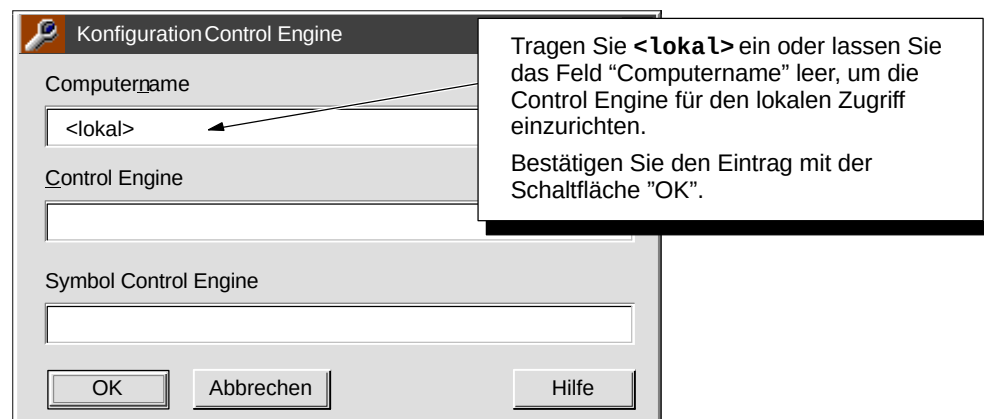

Bild 9-8 Einrichten einer Control Engine für lokalen Zugriff
3. Tragen Sie, wie in Bild 9-8 gezeigt, **<lokal>** ein oder löschen Sie das Feld "Computername". Wenn Sie das Feld leer lassen, wird automatisch <lokal> eingefügt.